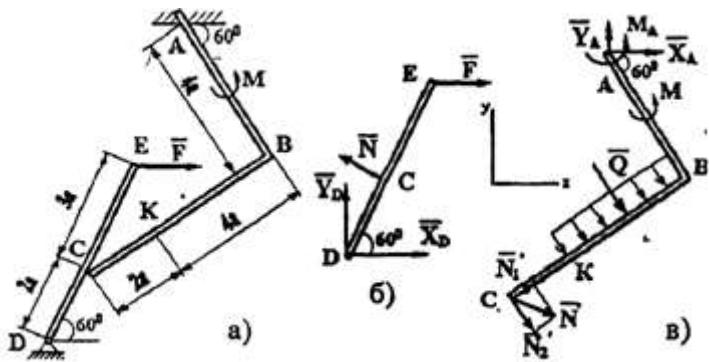

Рис. 22
**Пример 10.** На угольник  $ABC$  ( $\angle ACB = 90^\circ$ ), конец  $A$  которого жестко заделан, в точке  $C$  опирается стержень  $DE$  (рис. 22, а). Стержень имеет в точке  $D$  неподвижную шарнирную опору, и к нему приложена сила  $\bar{F}$ , а к угольнику - равномерно распределенная на участке  $KB$  нагрузка интенсивности  $q$  и пара с моментом  $M$ .